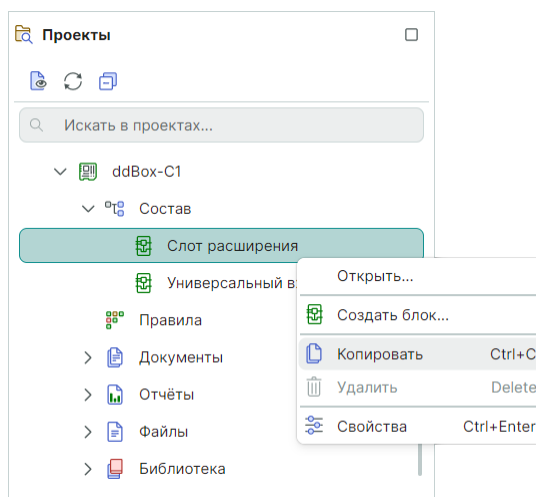

Рис. 249 Копирование блока
1. Выберите активный проект в дереве проектов на панели «Проекты», перейдите в узел «Состав», скопируйте блок в буфер, см. Рис. 249.